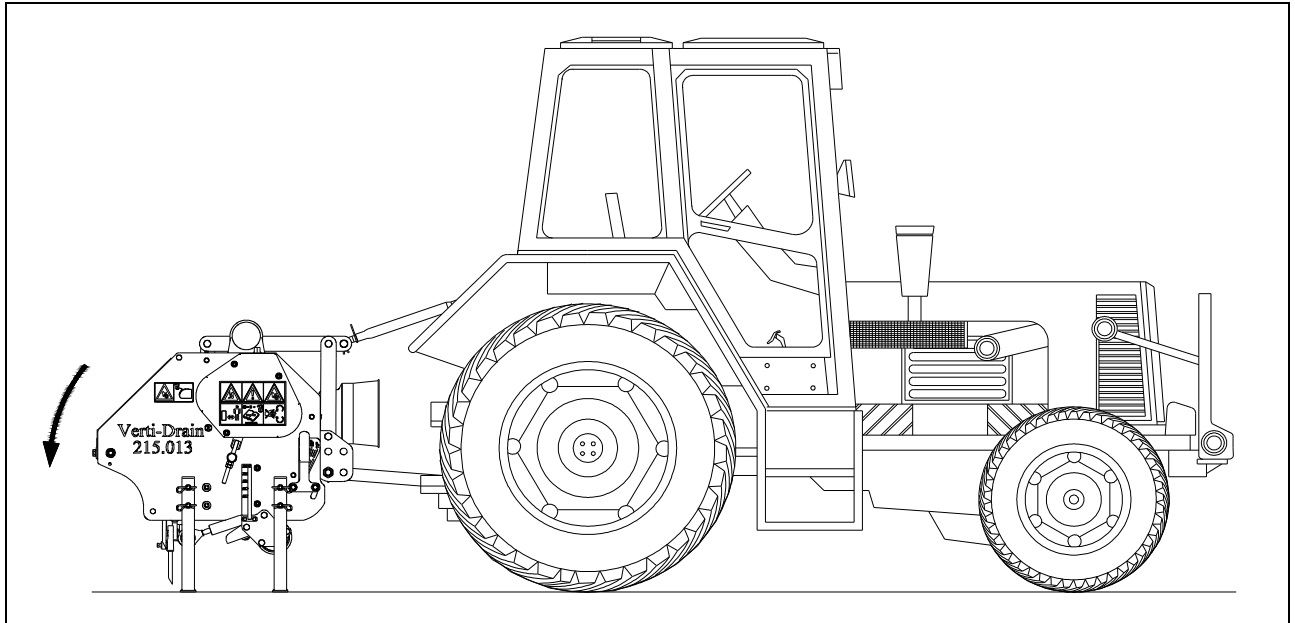

Fig. 12
3. Installez les pieds de manière à ce que le Verti-Drain® repose dessus lorsque la machine est encore descendue (voir fig. 12).